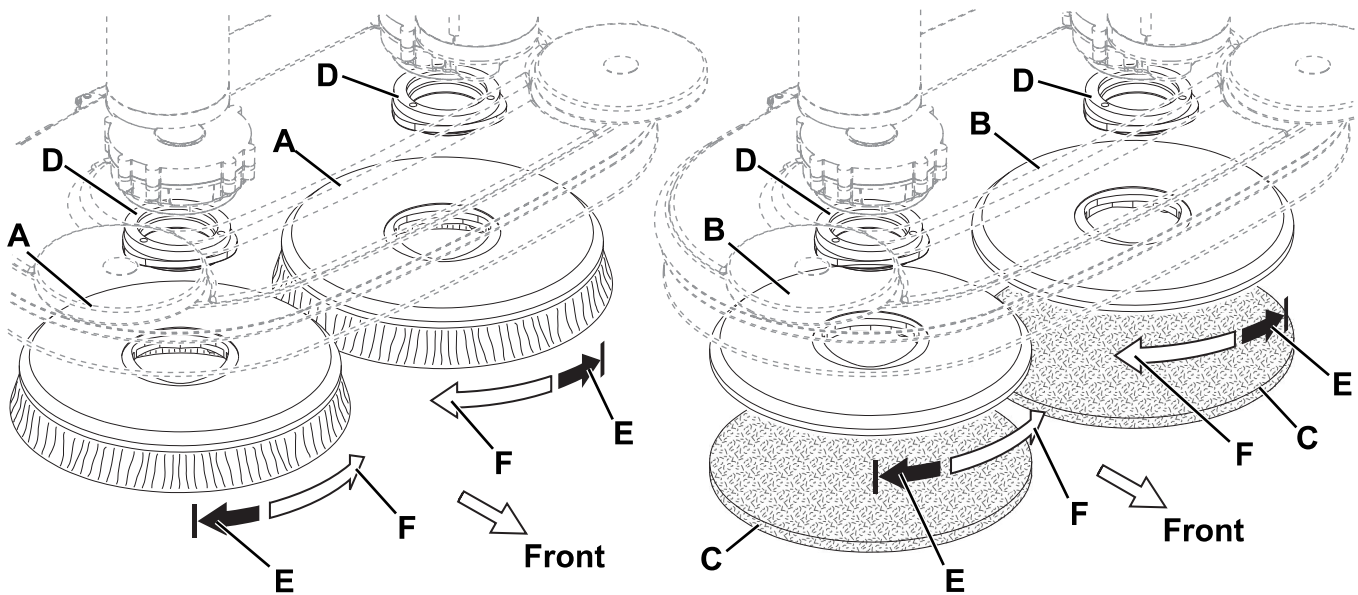

Abbildung 1
An dem mit dem geeigneten Bürstenkopf vorgerüsteten Gerät können sowohl Bürsten (A, Abb. 1) als auch Padhalter (B) mit Pad (C) montiert werden, je nach auszuführender Bodenbehandlung.